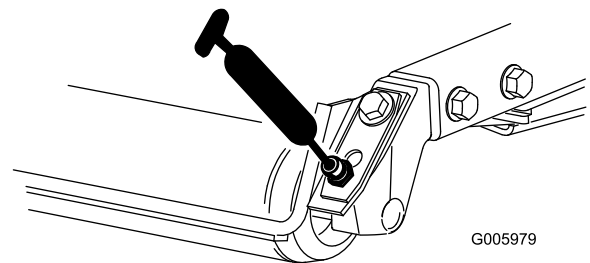

Bild 27
- Hintere Rollenlager (2 pro Mähwerk) (Bild 27)